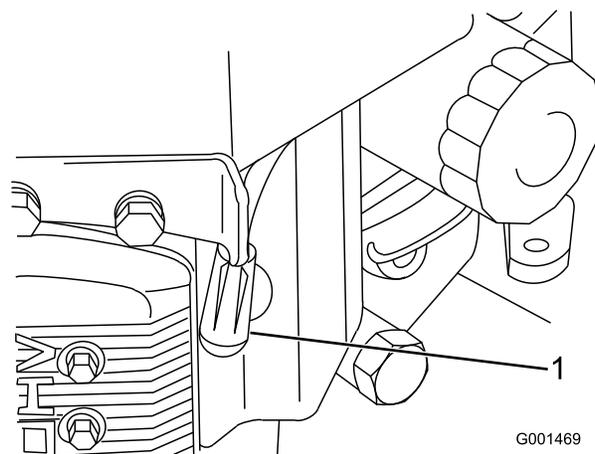

Figure 30
3. Débranchez les fils des bougies (Figure 30).